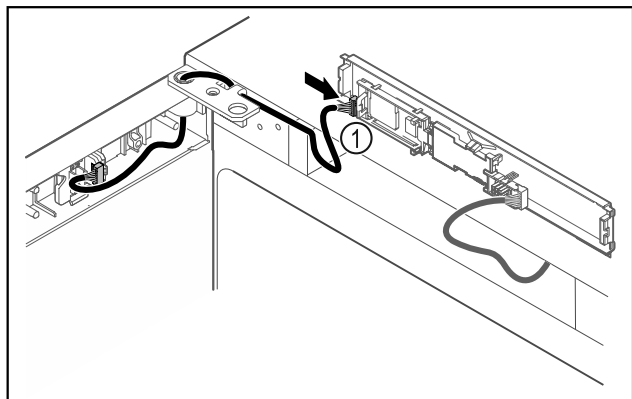

Fig. 42
- ▶ Sæt stikket Fig. 42 (1) i på printkortet.